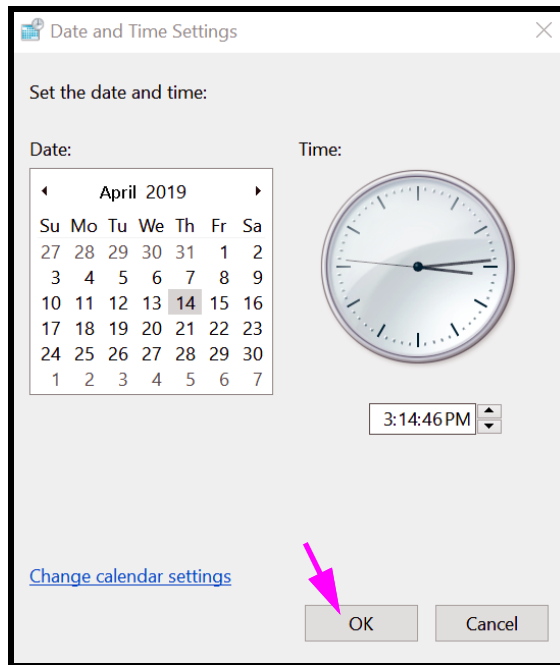

Figura 2-35. Caseta de dialog Setări pentru dată și oră
2. Faceți clic pe butonul **Modificare dată și oră... (Change Date and Time...)**. Apare caseta de dialog **Setări pentru dată și oră (Date and Time Settings)**. Consultați Figura 2-35.